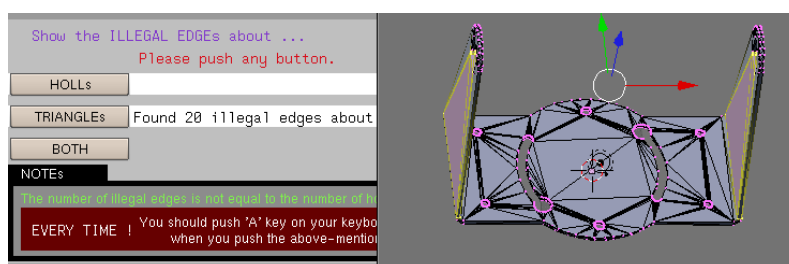

図 13 TRIANGLEs 表示画面（修正後）
- ・左側の画面の「TRIANGLEs」をクリックすると以下の図 13 ように表示される。